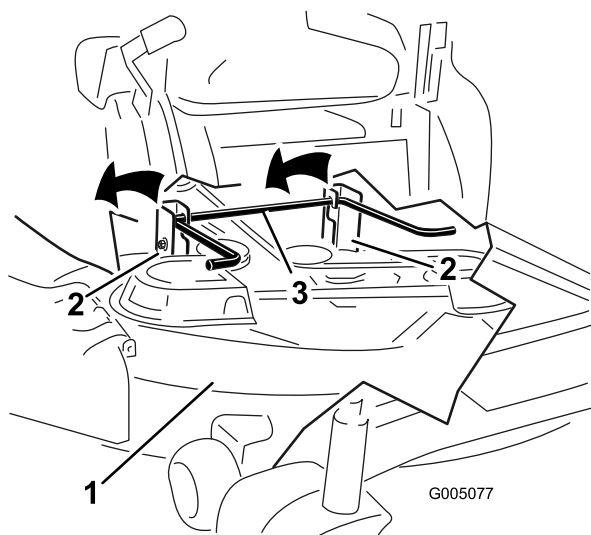

Figura 54
5. Alzate il tosaerba e i supporti di sostegno dall'asta di sollevamento posteriore e abbassate con cautela il tosaerba al suolo (Figura 54).
5. Alzate la parte posteriore del piatto di taglio e guidate i supporti di sospensione lungo l'asta di sollevamento posteriore (Figura 54).